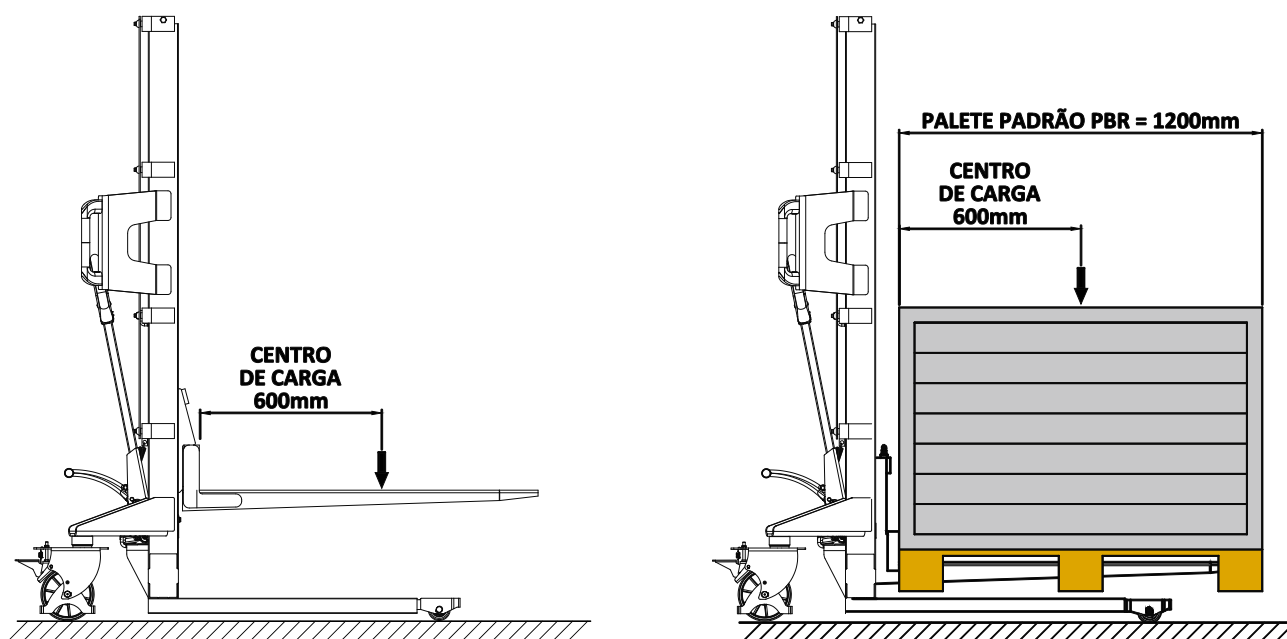

Figura 1 – Centro de carga
3. O palete carregado deve ser disposto na empilhadeira sempre sobre os dois garfos e respeitando o Centro de Carga(Figura 1) do equipamento conforme lamina técnica (Item 6.2).
- 3. El pallet con la carga debe estar dispuesto en el apilador siempre sobre los dos horquillas y respetando el centro de carga(Figura 1) del equipo de acuerdo com la ficha técnica(Artículo 6.2).*